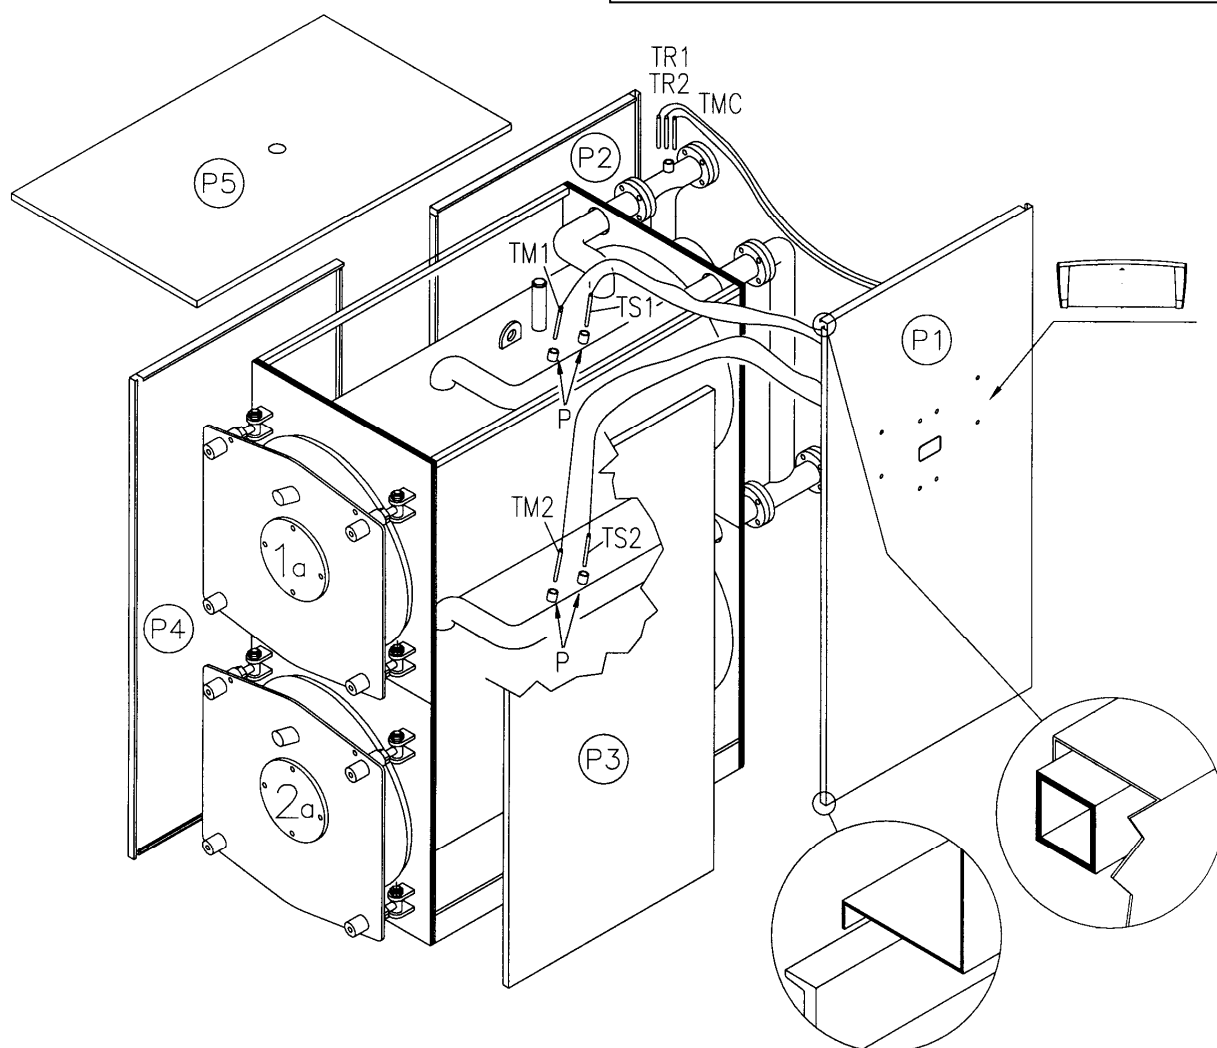

Рис. 10
4.4 ОБШИВКА КОТЛА REX DUAL/REX DUAL F 14÷70 (Рис. 10)